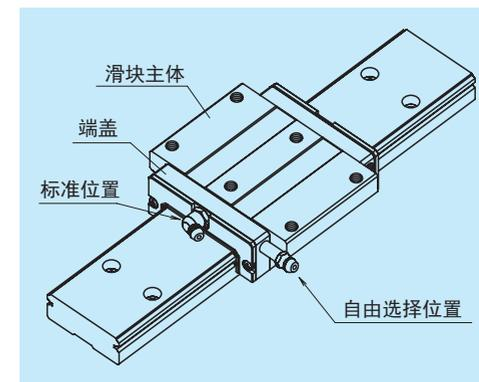

图 8
- 润滑脂注入嘴标准型号的位置是安装在滑块的端面，LW27、LW35、LW50 作为选购件也可安装在端盖的侧面（图 8），将润滑脂注入嘴和专用配管接头安装到滑块主体上面或侧面时，请向 NSK 咨询。